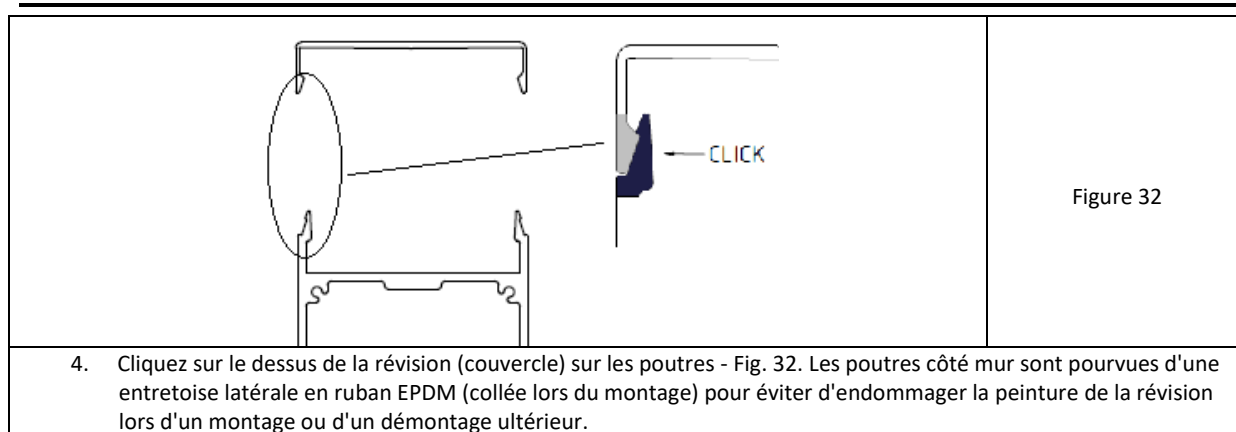

Figure 32
4. Cliquez sur le dessus de la révision (couvercle) sur les poutres - Fig. 32. Les poutres côté mur sont pourvues d'une entretoise latérale en ruban EPDM (collée lors du montage) pour éviter d'endommager la peinture de la révision lors d'un montage ou d'un démontage ultérieur.